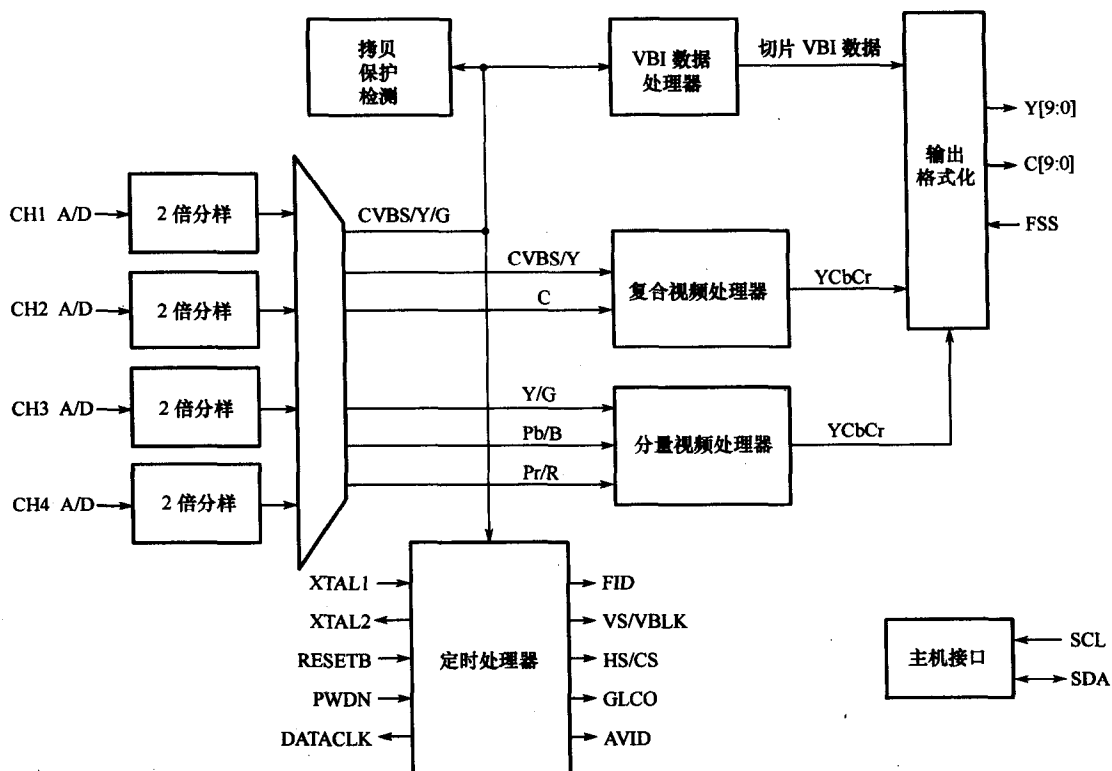

图 1-7 TVP5146 数字视频解码器处理模拟图
图 1-7 是 TVP5146 数字视频解码器处理的模块图。这个模块接收来自 ADC 的数字视频信号和执行对 CVBS 和 S 视频输入的复合处理。YCbCr 信号增加了对 CVBS 和 S 视频输入,YPbPr/RGB 对分量视频输入进行处理。它也产生水平和垂直同步和其他输出控制信号,例如,用于 CVBS 和 S 视频的同步锁相信号。此外,它可以提供场鉴定、水平和垂直锁定、垂直消隐和有效视频窗指示信号。数字视频输出可编程的两种格式:①带外部同步的 20 位 4:2:2;②带内部/分离同步的 10 位 4:2:2。这个电路检测虚拟脉冲、AGC 脉冲和在